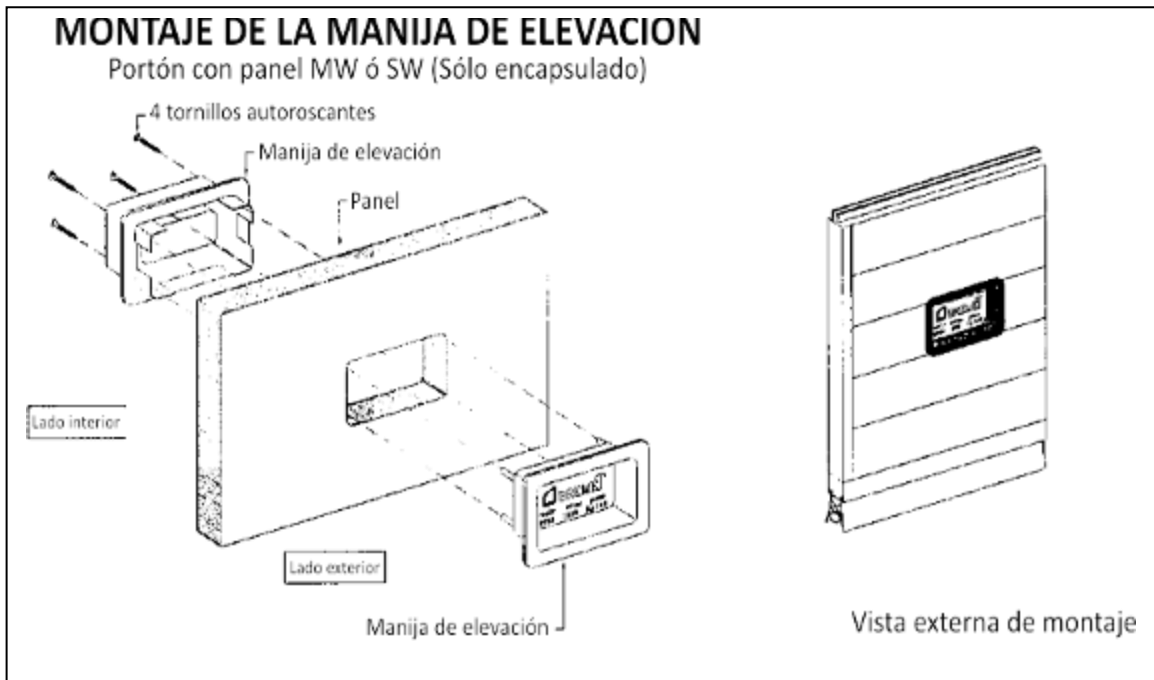

Fig. 8A Montaje manija de levantamiento
- Montar en la perforación fresada, la manija con la parte sobresaliente hacia el interior del portón, fijándola con los 4 tornillos suministrados (Fig. 8A)
- Acercar la manija en PVC sobre el panel de base en la posición deseada (se aconseja central si el portón es motorizado, a la derecha vista interna si es manual); señalar los ejes de los tornillos y perforar con broca \varnothing 10 mm. Montar la manija con los 4 tornillos suministrados (Fig. 8A)
- Montar el cerrojo interno aproximándolo a la derecha vista interna del 2° panel desde la parte baja, trazando antes los ejes de los tornillos y perforar con broca \varnothing 4.75 mm. Montar la cerradura con 4 tornillos de 1/4" X 1 1/2" teniendo el portón completamente cerrado. Señalar los ejes en los cuales el vástago del cerrojo atraviesa el ángulo vertical. Realizar un barreno que tenga un diámetro adecuado (Fig. 8A)
- En caso de un portón de accionamiento manual, para enganchar la cuerda en nylon al remate lateral del panel base, realizar un orificio de \varnothing 4.75 mm, insertar un tornillo 1/4" X 1 1/2" con la unión para cuerda y amordazar para la fijación del nylon (Fig. 8A)